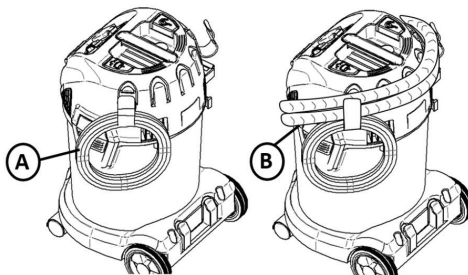

Fig. 22
På maskiner uten kabelopp trekker kan kabelen (A) henges i kroken, se fig. 22. Disse krokene kan også brukes til oppbevaring av slangen (B) ved å vikle den rundt maskinen.